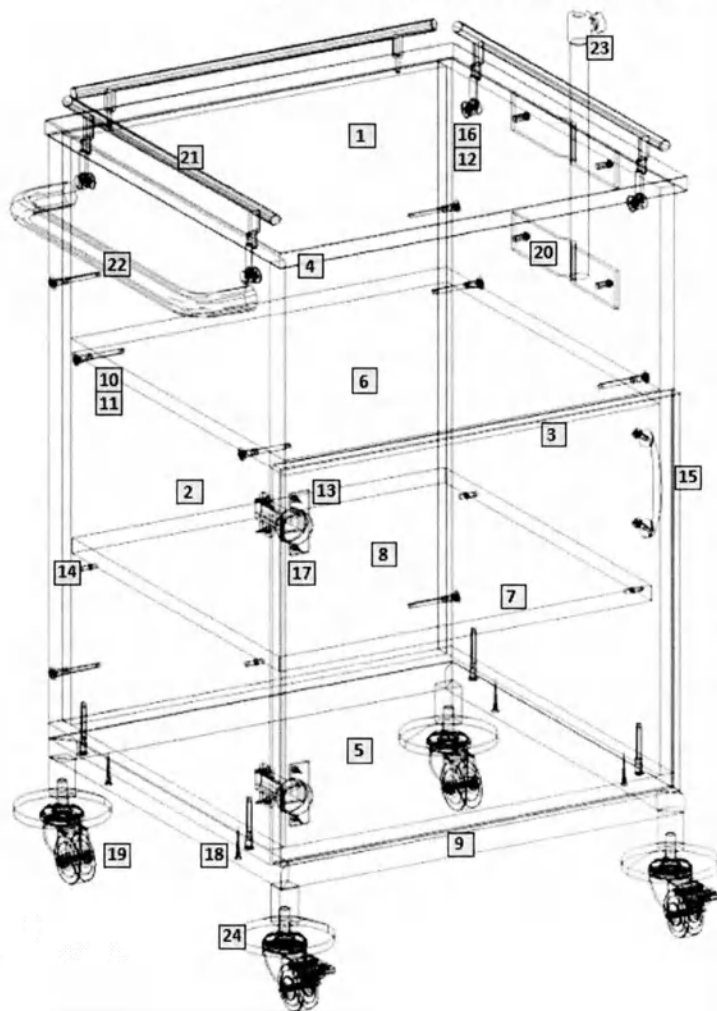

Рис.1
- 2) Евровинтами (10), как показано на рис.1, соедините вертикальные боковые стенки (1 и 2) с горизонтальными стенками (4 и 6) (кроме верхней горизонтальной стенки (5)). Установите выдвижную полку (7) на шариковых направляющих (14). Евровинтами (10) закрепите верхнюю горизонтальную стенку (5). На видимые головки еврвинтов установите заглушки (11).
- 3) При помощи винтов 6,3x13 закрепите на боковых стенках тумбы ручку для перемещения (19) (при необходимости) и держатель штатива (18) (при необходимости). Шурупами 4x35 (16) соедините каркас тумбы с металлическим основанием (9).
- 4) На двери (8) шурупами 4x16 (16) закрепите петли (12); установите ручку (13). Дверь (8) закрепите к боковой стенке (1) тумбы шурупами (15). При необходимости отрегулируйте положение двери винтами петель.
- 6) В металлическое основание (9) установить колеса (17) и бамперы (21) (при необходимости).
- 7) При необходимости установки штатива с держателем, установить штатив (20) в закрепленный на боковой стенке тумбы держатель (18).